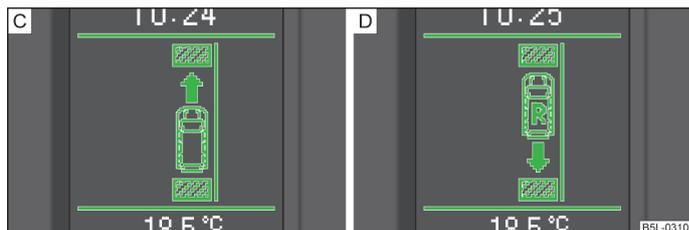

Fig. 123 Visor de informações: aviso para engrenar a marcha à frente  ou a marcha-atrás
- Caso não seja possível estacionar de uma só vez, prossiga o estacionamento com mais manobras. Caso a seta para a frente fique intermitente no visor de informações [C] » Fig. 123, engrene 1.ª velocidade ou coloque a alavanca selectora na posição D.
- Caso a seta para a trás fique intermitente no visor de informações [D] » Fig. 123, engrene marcha-atrás ou coloque a alavanca selectora na posição R.